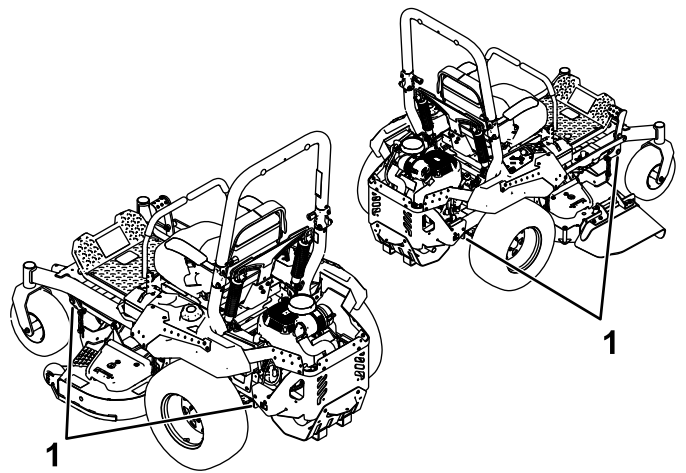

Figure 36
6. Arrimez la machine près des roues pivotantes avant et du pare-chocs arrière à l'aide de sangles, chaînes, câbles ou cordes (Figure 36). Reportez-vous à la réglementation locale concernant les exigences d'arrimage.